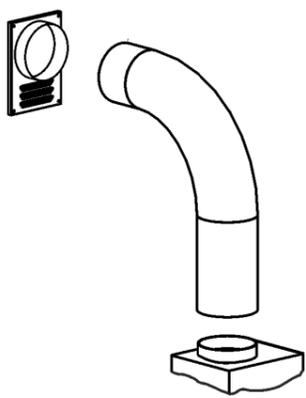

рис. 9
6.2 В зависимости от режима эксплуатации кухонной вытяжки соедините вентилятор с вентиляционной решеткой (рис. 9) полужестким гофрированным воздуховодом (либо его аналогом) или установите угольные фильтры (п.6.3, рис. 10).